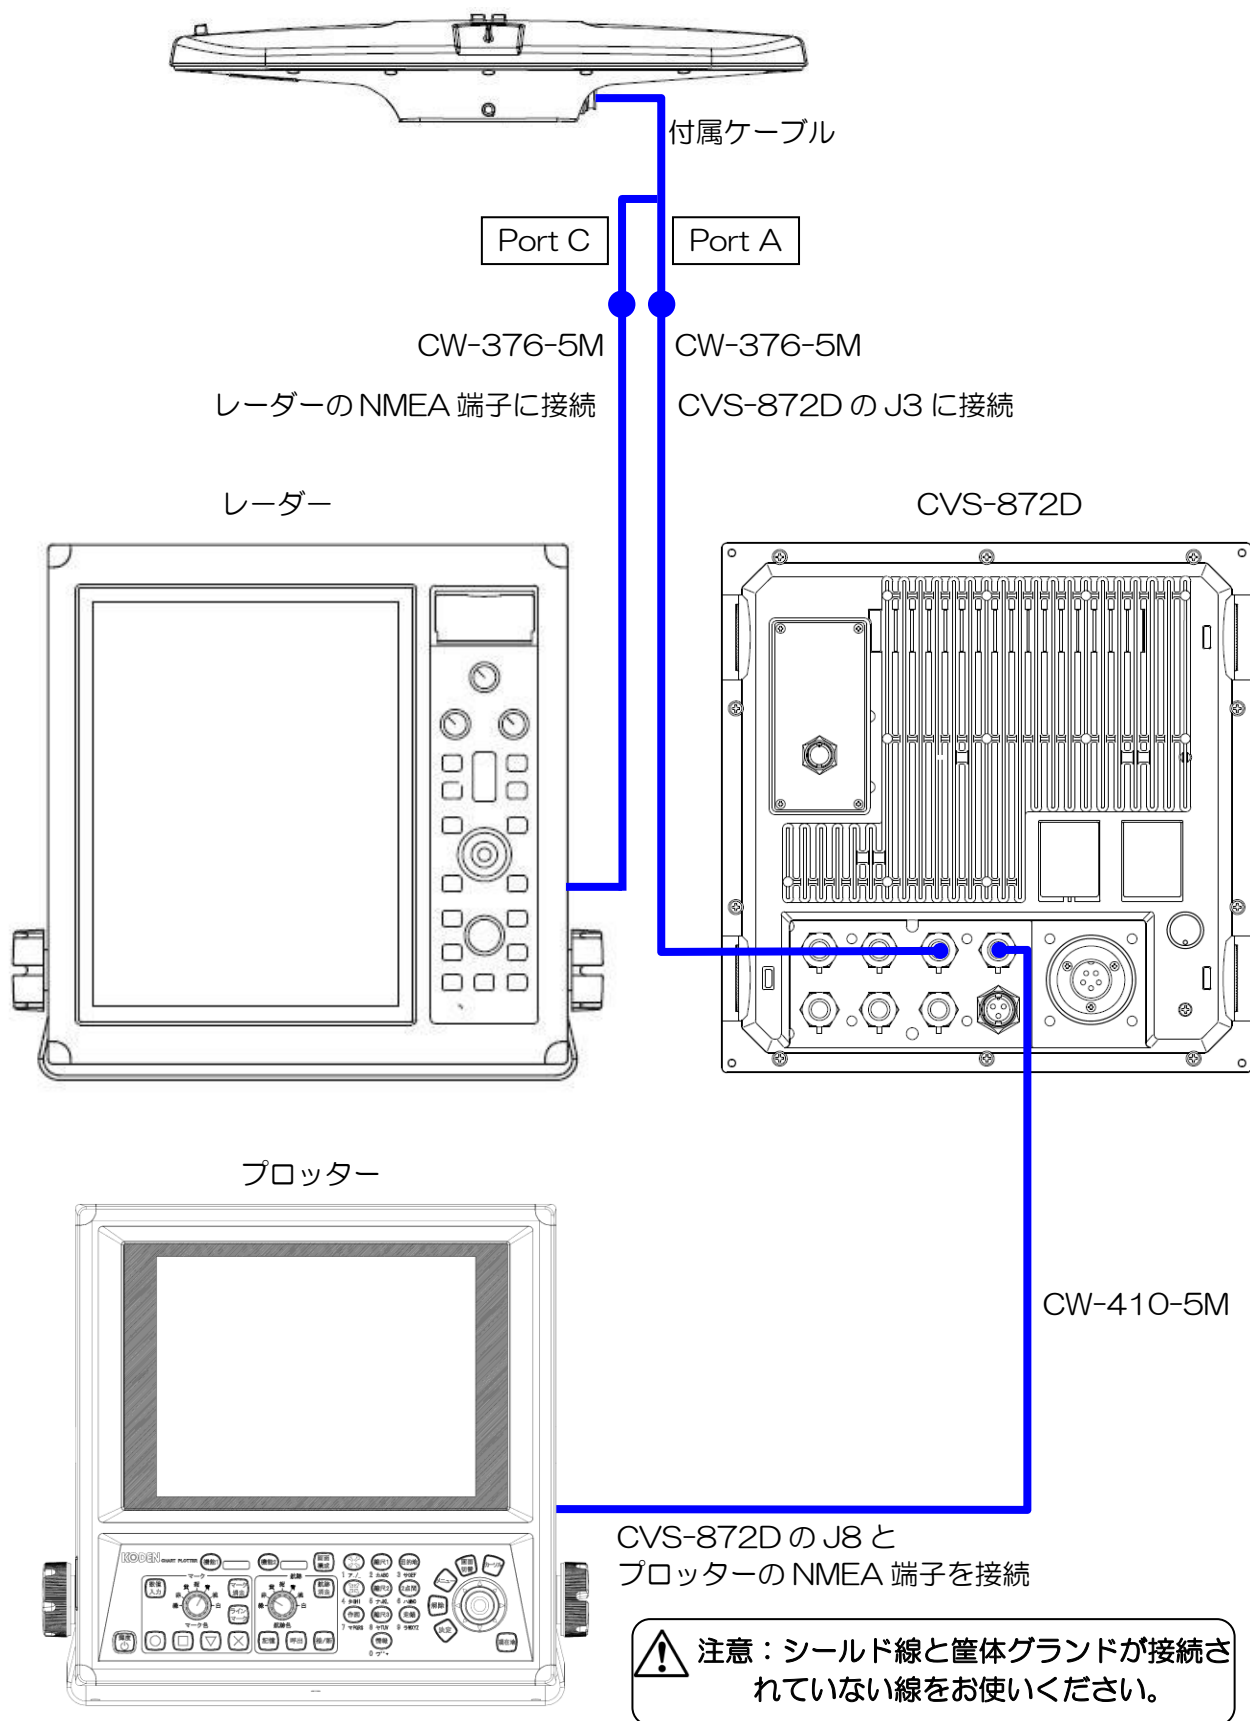
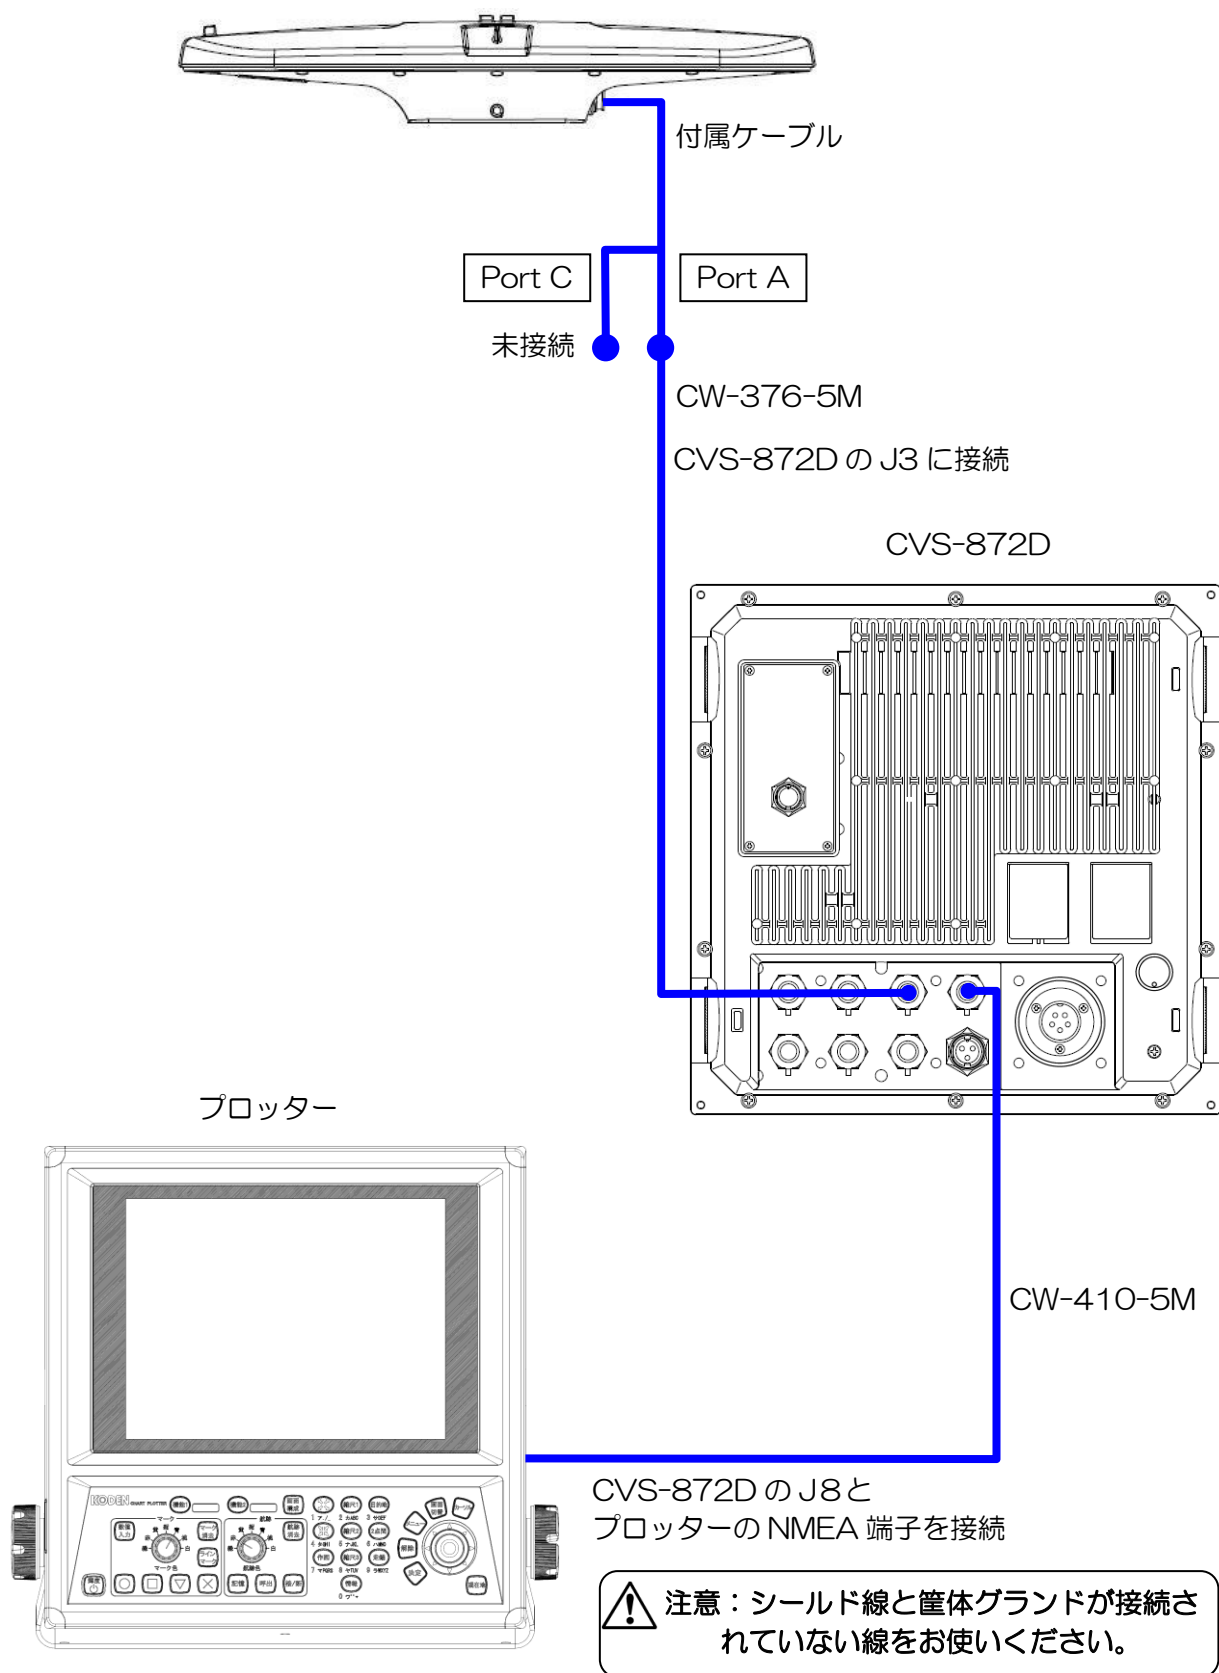

図 1.52 総合接続図1
図 1.54 総合接続図 3
3) レーダーにも接続し GPS コンパスとして接続する場合は、Port C と半田付けが終了した CW-376-5M をレーダーの NMEA 端子へ接続してください。（図 1.52 総合接続図 1 参照）
それ以外の場合は Port C との接続の必要はありません。（図 1.54 総合接続図 3 参照）
4) 図 1.52 総合接続図 1 ～ 図 1.54 総合接続図 3 を参照して、CVS-872D の J8 端子と NMEA で通信する他の機器を接続してください。